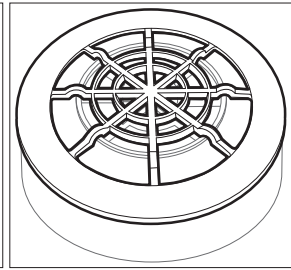

Figura 3
- a. Coloque la araña (P/N N750038) en el cartucho de manera que las ocho muescas dentadas se acoplen al círculo elevado interno y que el P/N N750038 no esté al revés. (Figura 3).